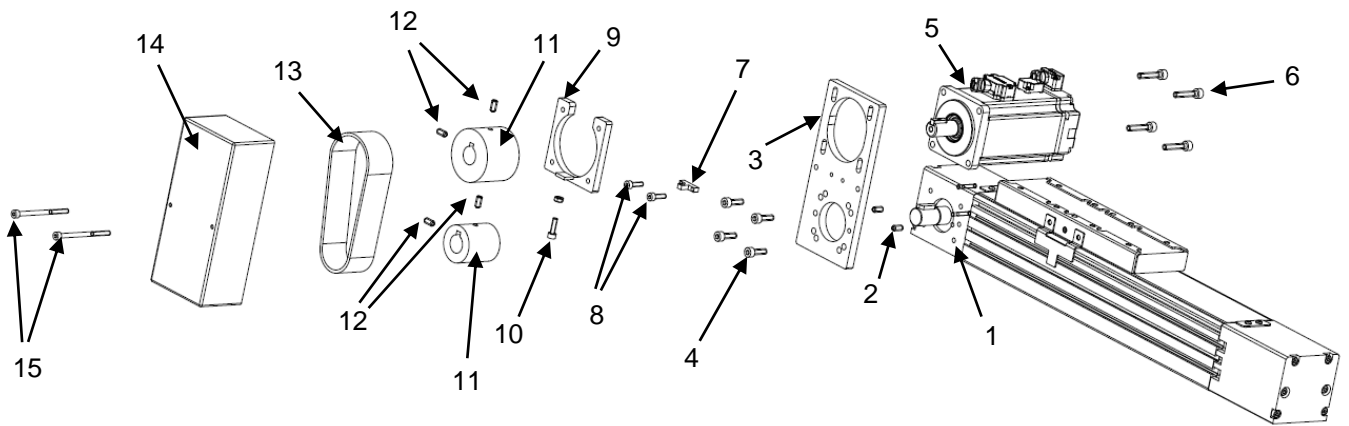

Рисунок 9 – Установка двигателя/редуктора с помощью монтажного комплекта модели PM-MKCR
1.4.3.1 Схема для установки редуктора (см. рисунок 9):